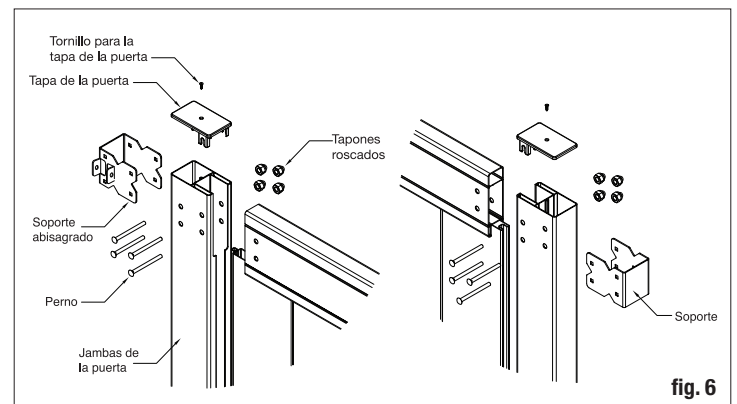

fig. 6
Coloque las jambas de la puerta en ambos lados de los barandales y coloque las bisagras en la jamba de la puerta de forma que se alineen con los barandales. Utilizando el soporte como guía, perforo los cuatro (4) agujeros necesarios de 1/4" para los pernos del soporte. Repita estos pasos para los soportes de bisagras también (fig. 6). Asegurarse de que los barandales estén completamente insertados en la jamba antes de perforar. Los pernos tienen que ir a través de la jamba y el barandal para que funcionen correctamente.